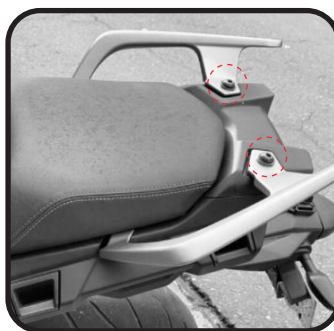

Imagen 1
1. Retire los tornillos originales indicados en la Imagen 1 y 2